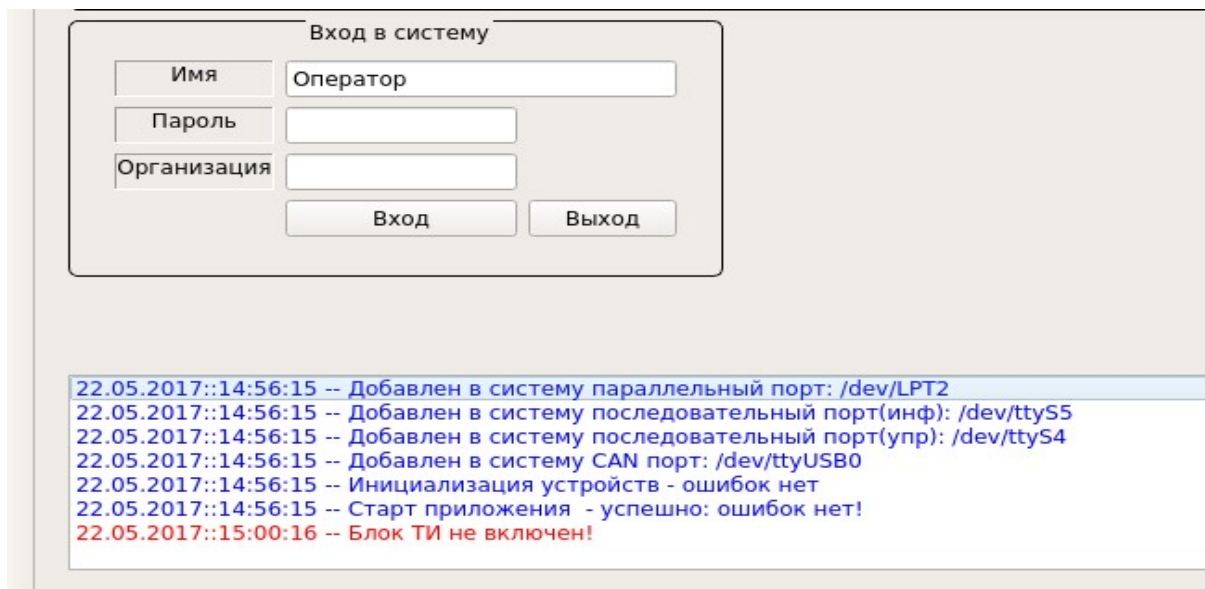

Рисунок 2.3.5 – Сообщение при выключении блока ТИ-ТСКБМ при активизированной программе Board
**Внимание** - Выключение блока ТИ-ТСКБМ при активизированной программе Board должно выдавать сообщение: Блок ТИ не включен см. рисунок 2.3.5.